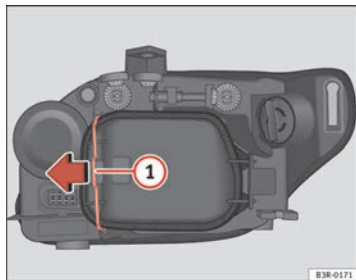

Abb. 200 Standlicht
- Den Spanner ⇒ Abb. 200 ① in Pfeilrichtung bewegen und den Deckel abnehmen, indem zuerst die Seite des Spanners und danach die beiden Laschen des anderen Endes des Deckels abgenommen werden.